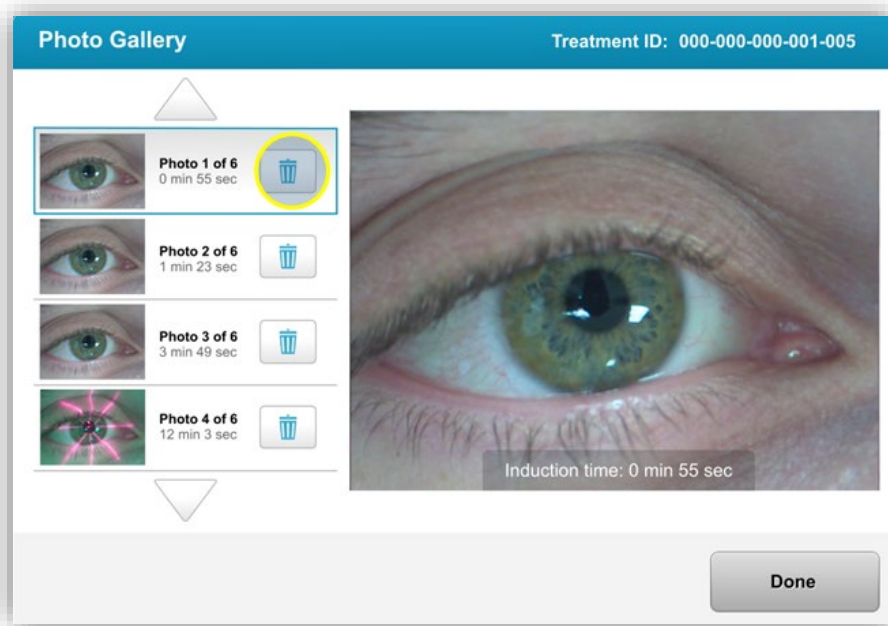

Figura 3-34. Seleccione la papelera para eliminar
- En la galería de fotos, seleccione el icono de la papelera junto a la foto que se va a eliminar, tal como se muestra en la figura 3-34.